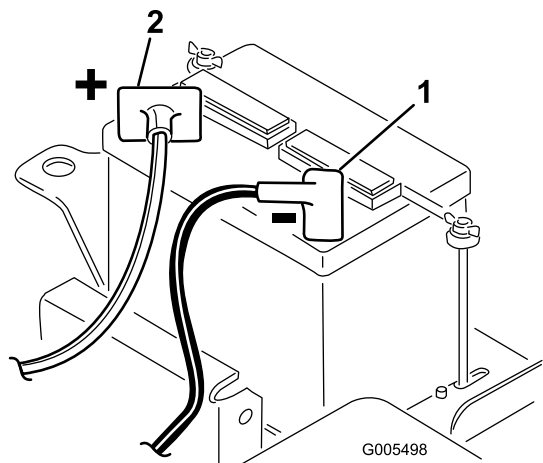

図 10
2. スタータからの赤い (+) ケーブルを (+) 端子に固定する (図 10)。レンチで締め付けて固定し、ワセリンを塗布する。ケーブルが擦れて磨耗するような配線はさける。座席の最後部でケーブルを傷つけることがあるので特に注意すること。